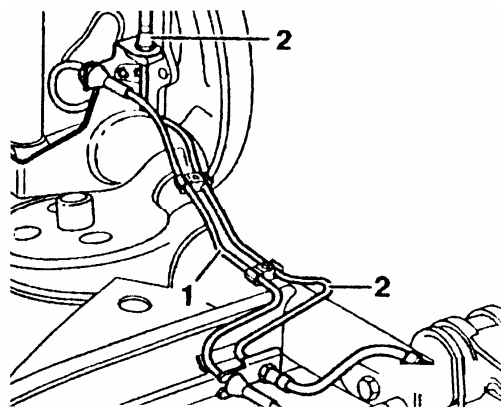
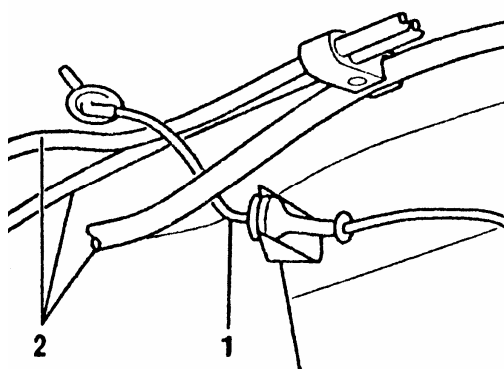

图 13-31 左侧转速传感器导线布置
图 13-32 右侧转速传感器导线布置
- (3) 用手将转速传感器压入车轮轴承壳体。装上转速传感器卡夹。
- (4) 布置转速传感器导线，注意转速传感器导线应布置在图 13-31 中制动管的两侧。对于左侧车轮，排气系统隔热罩和转速传感器导线之间应留约 2mm 的间隙；对于右侧车轮（图 13-32），转速传感器导线应布置在燃油管之间。